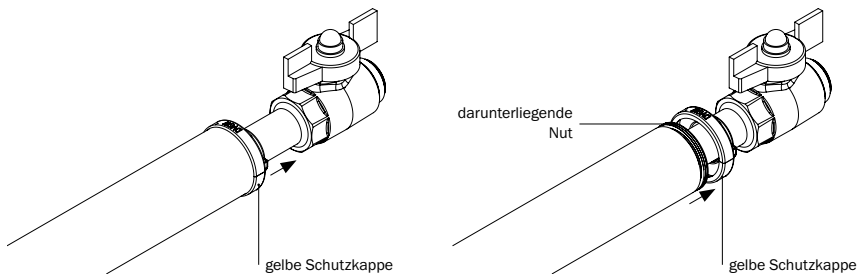

Abbildung 5.3: RMA Gashauseinführung DN 25 (starre Ausführung), gelbe Schutzkappe
- Gelbe Schutzkappe nach oben schieben (s. Abbildung 5.3).